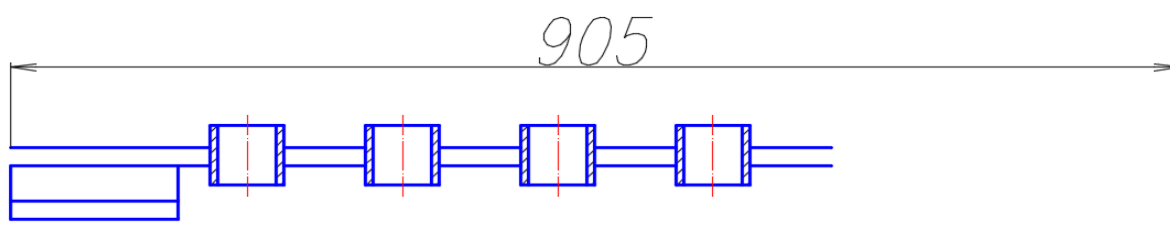

Рис. 110. Чертеж левой части оросителя
– прямоугольник разрушить с помощью команды **Расчленить**. Удалить верхнюю линию. Задать толщину стенок фартука 15 мм (см. рис. 110);